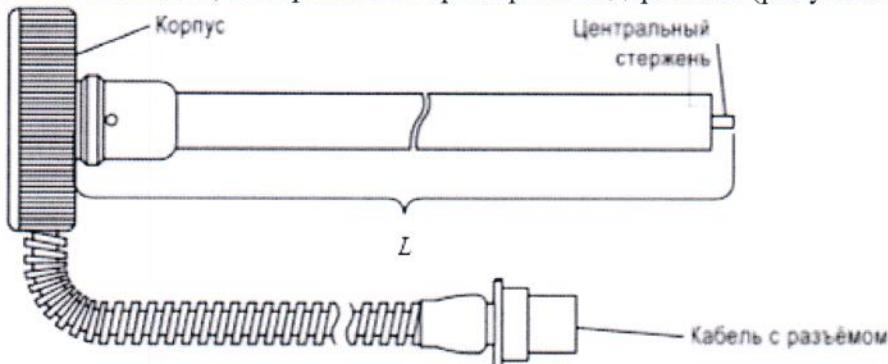

Рисунок 1- Схема датчика «Уровень М1»
– При помощи измерительной рулетки отложить отрезки L_3 на измерительном элементе (далее «ЧЭ») датчика равные 5 %, 25 %, 50 %, 75 % и 95 % от длины L_y , мм (рисунок 1).